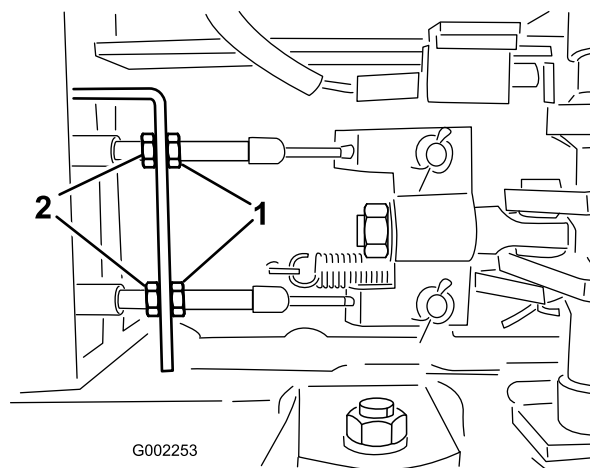

Figura 56
5. Desaperte as porcas dianteiras nos cabos dos travões por baixo da parte dianteira do carro de rega (Figura 56).
- Aperte as porcas traseiras de forma idêntica até o pedal dos travões se deslocar entre 1 a 2 cm antes de se verificar qualquer resistência (Figura 56).